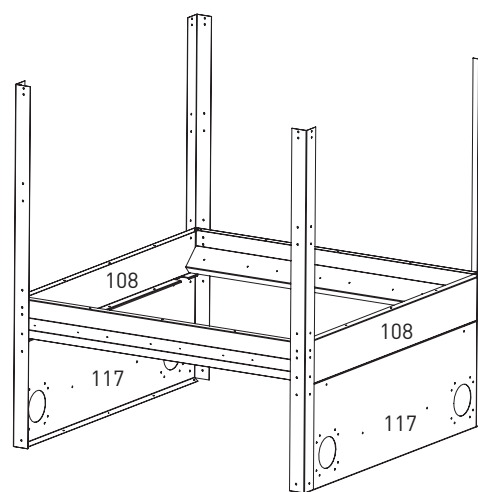

Fig. 7 Montaggio delle pareti laterali dell'unità di commutazione e degli elementi di collegamento orizzontali
Unire i profili angolari di supporto a 2 pareti laterali dell'unità di commutazione (117) e a 2 elementi di collegamento orizzontali (108) sui lati frontali – Fig. 7.
Piazzare il telaio premontato nel punto di installazione definitivo – Fig. 7.